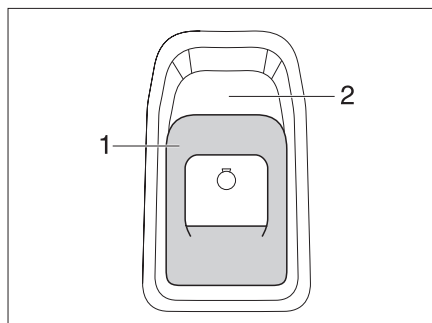

Fig. 37 Cerradura de la puerta de entrada, en el interior
- Tirar del tirador (Fig. 37,1).
- Empujar el tirador (Fig. 37,1) al tirador concha (Fig. 37,2).